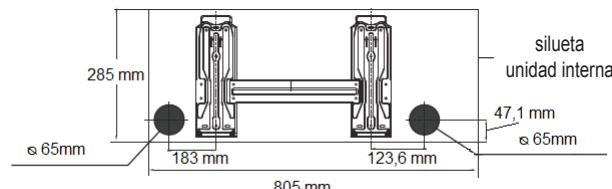

fig. 8 -
1. Separar la parte de plástico premarcada (A-fig. 8 -") en la dirección deseada.